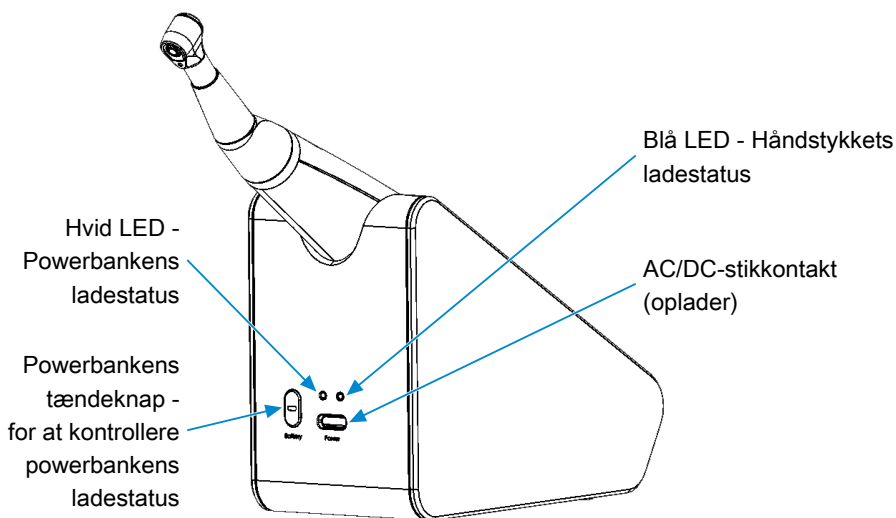

Fig. 2 : Set fra bagsiden
- Tilslut opladningskablet til ladestikket på powerbanken (se ► Fig. 2]). Tilslut laderen til stikkontakten.